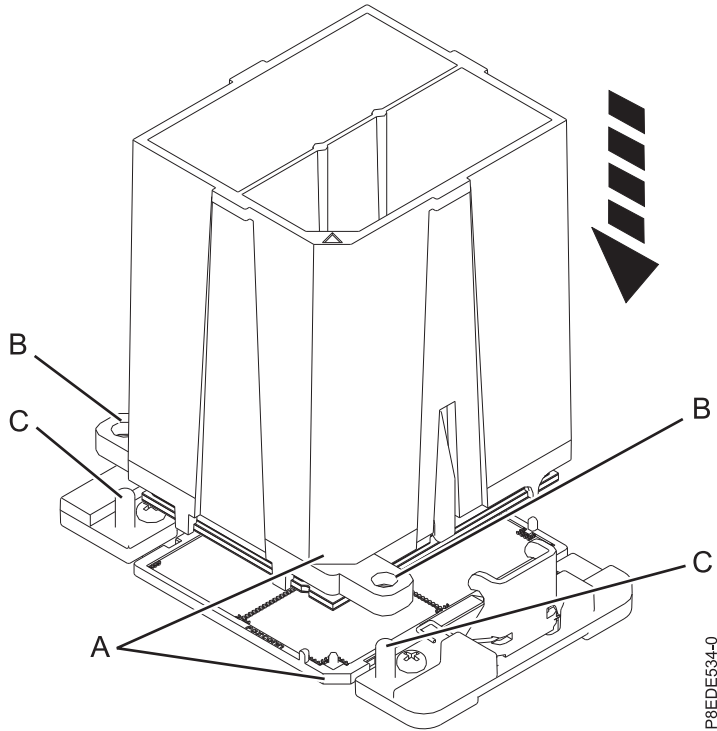

Figura 14. Instalación del módulo del procesador del sistema
- b. Baje la herramienta y el módulo del procesador del sistema hasta el receptáculo. Alinee la esquina biselada **(A)** de la herramienta con la esquina biselada del zócalo. Asegúrese de que las dos patillas de guía **(C)** se inserten en los orificios de alineación **(B)** en cada lado de la herramienta. Tenga cuidado cuando baje la herramienta para no inclinarla. Consulte la Figura 14 en la página 15.